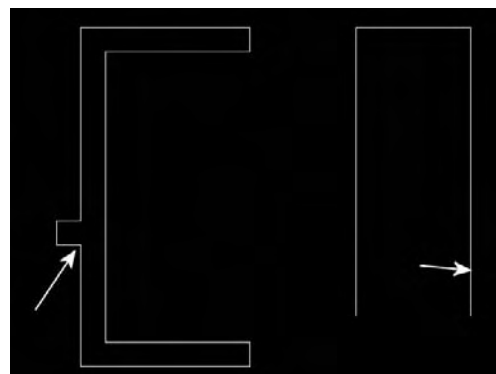

Fig.4.11
- 7 Entrez B pour activer l'option « point de Base » (Base point) et pointez le point de passage de la trajectoire (fig.4.11).